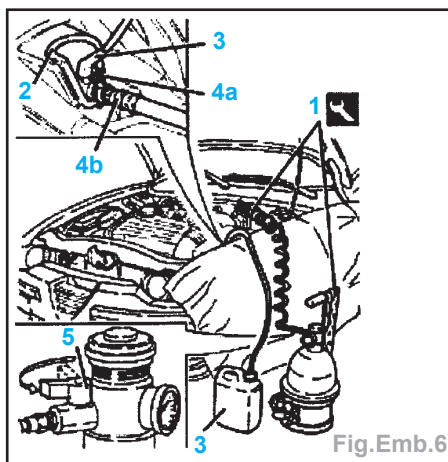

Fig.Emb.6
- Brancher l'appareil de purge (1) au réservoir de freins-embrayage (Fig.Emb.6).
- Ouvrir le couvercle de protection (2).
- Brancher l'ensemble tuyau-réservoir de récupération (3) sur le cylindre émetteur d'embrayage.
- Ouvrir lentement le robinet du réservoir (5).